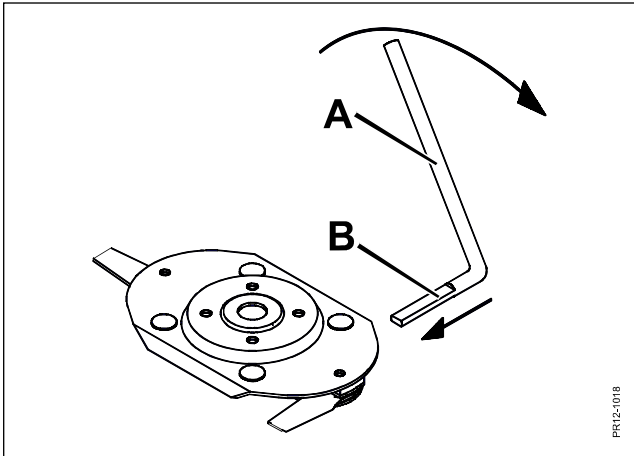

Fig. 5-4
- Fig. 5-4 Das mitgelieferte Wechselwerkzeug **A** wird wie gezeigt angebracht, mit dem kurzen, gefrästen Ende **B** hinter dem Messer.